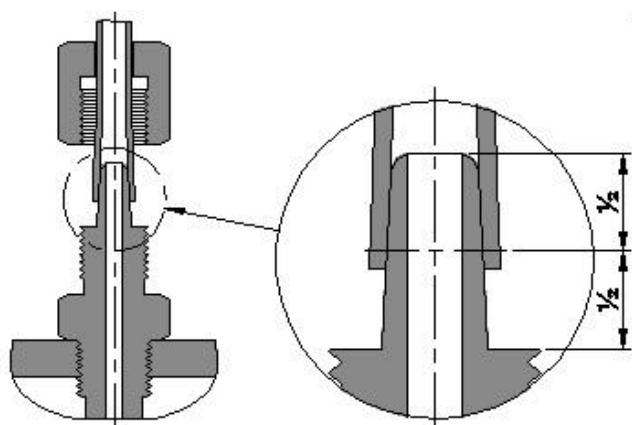

Рис.4.2-7 Подключение трубы PTFE
- Надеть разваликованный конец трубы PTFE на штуцер таким образом, чтобы трубка закрывала чуть более половины длины штуцера, как это показано на рис.4.2-7, затем надеть и до упора закрутить накидную гайку. Гайку закручивать пальцами, использовать инструмент (ключ и т.п.) допускается только для откручивания гайки.